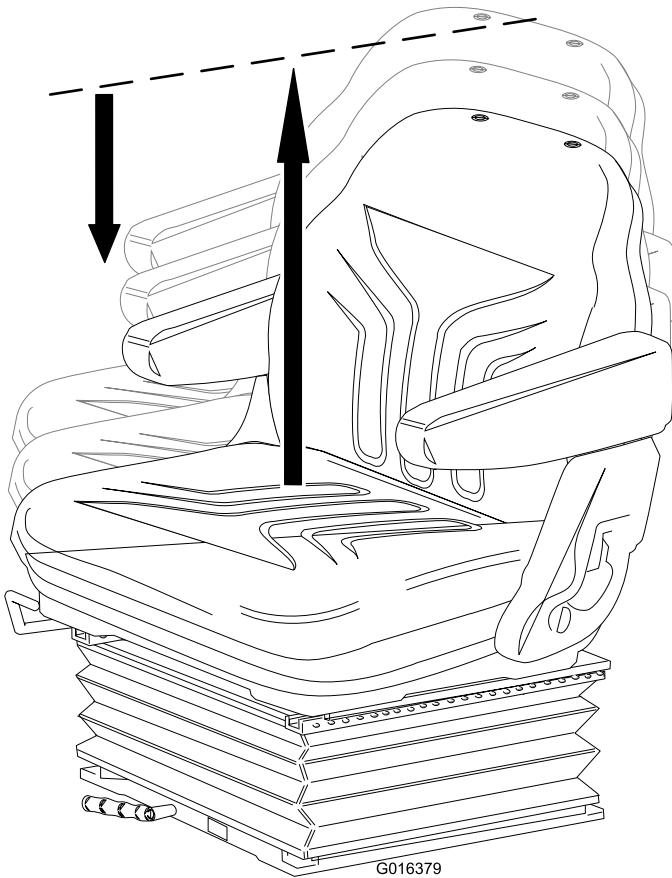

Figure 13
- Réglage de la hauteur :** Levez manuellement le siège pour le régler progressivement en hauteur. Pour abaisser le siège, levez-le au-delà de son réglage le plus élevé, puis laissez-le retomber au réglage le plus bas (Figure 13).